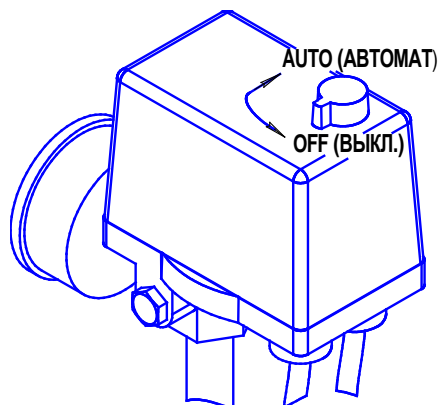

Рисунок 3
- 1 Проверьте, чтобы выключатель на прессостате находился в выключенном положении "OFF" (см. рисунок 3).
- 1 Выключить компрессор выключателем на прессостате. Для этого необходимо переключить выключатель в положение "OFF" (см. рисунок 3). После этого остановится электродвигатель и произойдет сброс давления из нагнетательного воздухопровода и поршневого блока.
после того, как двигатель остынет до допустимой температуры переключите выключатель на прессостате в положение "OFF" (см. рисунок 3), а затем включите компрессор переключив выключатель в положение "AUTO".